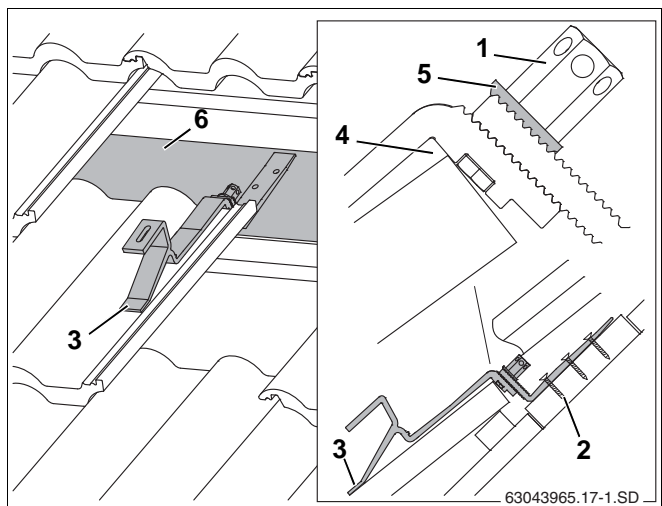

Fig. 15 Monteret tagkrog (for bedre overblik er nogle af tagstenene ikke vist)
- ▶ Læg støtten foran på tagstenen, så den ligger i en bølgedal ved belastning (fig. 15, **pos. 3**).
Tagkroen skal have lidt spil ved tagstens overkant (fig. 15, **pos. 4**). Tilpas eventuelt tagstenen foroven.
- ▶ Skub tagkrogens underdel så langt ned, at den ligger på tagstenene eller på brædderne/bjælkerne (fig. 15, **pos. 6**).
Den forandede underlagsskive (fig. 15, **pos. 5**) skal gribe ind i forandringen på tagkrogens underdel.
- ▶ Stram den lange sekskantmøtrik (fig. 15, **pos. 1**). Sæt hertil nøgle SW5 ind i sekskantmøtrikkens hul, og drej den.
- ▶ Fastgør som minimum tagkrogens underdel på spærene i første (fig. 15, **pos. 2**) og andet hul med egnede skruer.